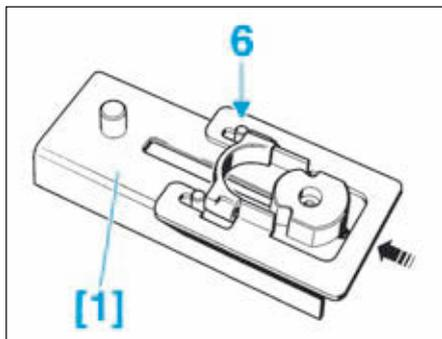

FIG.94
- Mettre en place le chapeau de bielle sur le socle [1], puis pousser la rampe pour amener le chapeau de bielle en contact avec les pions (6) (Fig.94).